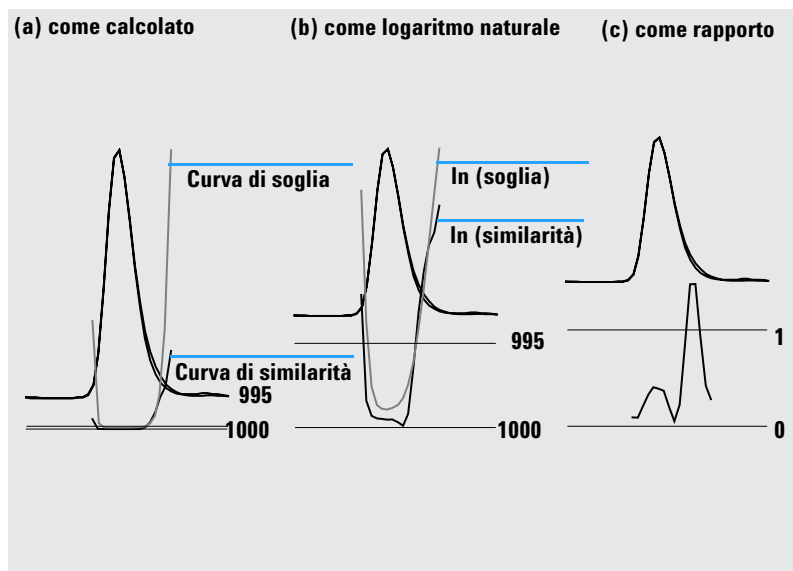

Figura 10 Curve di soglia e di similarità,
- 1 Senza trasformazioni, vedere la Figura 10 a pagina 37 (a);
- 2 Come logaritmo naturale, \ln , vedere la Figura 10 a pagina 37 (b), con il vantaggio di maggiori dettagli sull'apice del picco nella parte inferiore del grafico;
- 3 Come rapporto: $\text{rapporto} = \frac{1000 - \text{similarità}}{1000 - \text{soglia}}$, vedere la Figura 10 a pagina 37 (c).